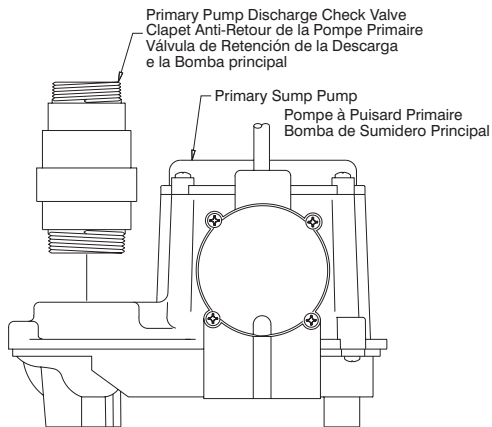

Figure 3
- Disconnect the discharge pipe from the primary pump. The discharge pipe should have a check valve at or near the connection of the discharge pipe to the pump outlet. If there is not a check valve already in the discharge pipe, one will need to be installed and should attach directly to the primary pump discharge, as shown in Figure 3. In order for a dual pump system, utilizing a common discharge pipe, to function there must be a check valve in the piping between the primary pump and the backup pump.
- Déconnecter le conduit d'évacuation de la pompe primaire. Le conduit d'évacuation doit être équipé d'un clapet anti-retour au raccord ou près du raccord, entre le conduit d'évacuation et l'orifice de refoulement de la pompe. Si le conduit d'évacuation n'est pas équipé d'un clapet anti-retour, il faudra en installer un directement à l'orifice de refoulement de la pompe primaire, tel qu'illustré à la Figure 3. Pour les systèmes à deux pompes qui n'utilisent qu'un seul conduit d'évacuation, il faut installer le clapet anti-retour dans le conduit d'évacuation entre la pompe primaire et la pompe auxiliaire.